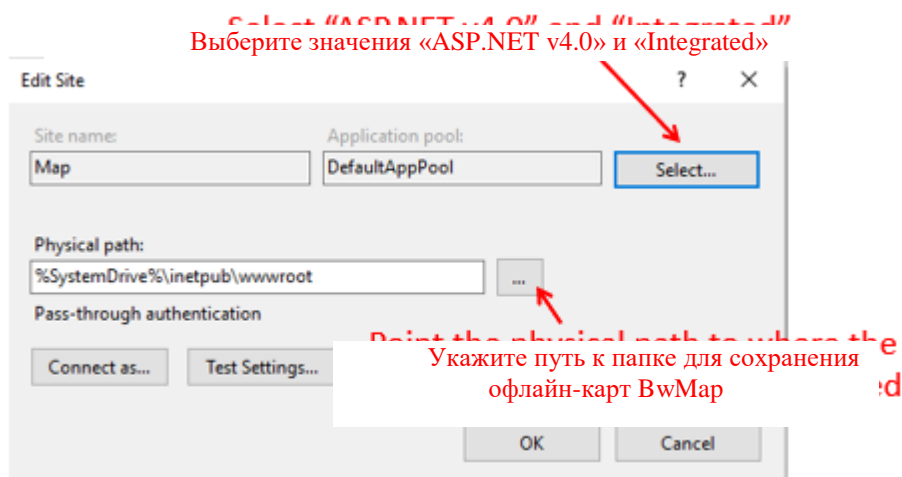

Рисунок 33. Диспетчер служб IIS – основные настройки сайта
d) В правом столбце найдите пункт «Bindings» (Привязки), как показано на рис. 33.